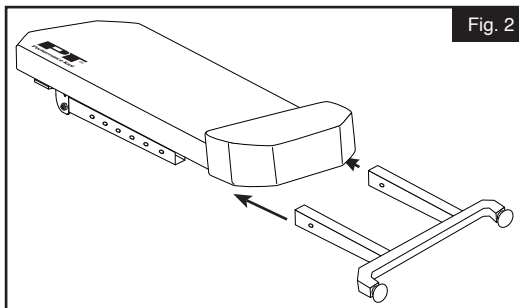

Fig. 2
2. Introduzca la base de la pata de apoyo (2) en la parte de la estructura plegable del conjunto de la almohadilla del rastrillo (1). (Fig. 2).